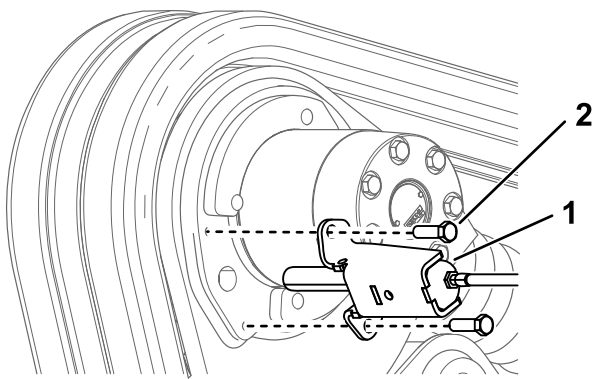

Bild 10
- E. Befestigen Sie die Bremsenbefestigung mit der offenen Seite zum Kettenmotor hin, verwenden Sie hierzu die beiden Schrauben, die Sie zuvor entfernt haben (Bild 10).